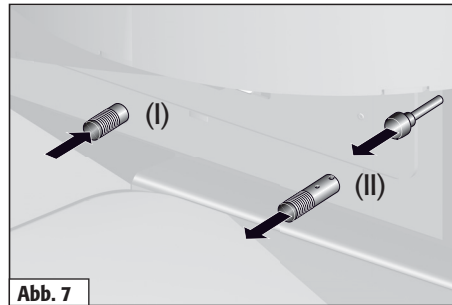

Abb. 7
| Primärluft und Sekundärluft einstellen.   | Primärluftschieber (I) schließen, Sekundärluftschieber (II) zwischen Markierung 2 u. 3. (s. Abb.7) |